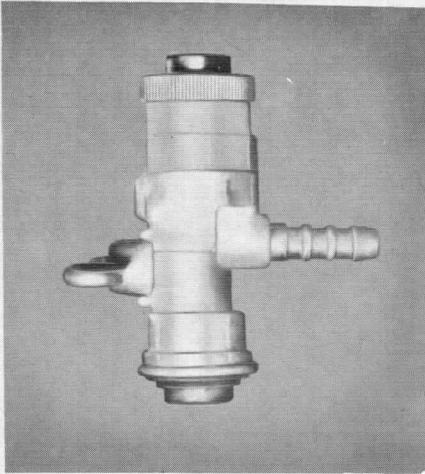

Bild 13 Kraftstoffhahn
## 1.5.3.3 Kraftstoffhahn ( Bild 13 )
1.5.3.3.1 Am Kraftstoffbehälter ist ein Kraftstoffhahn mit Wasserabscheider ( Bild 13 ) eingebaut, der die Kraftstoffzufuhr zum Motor regelt .